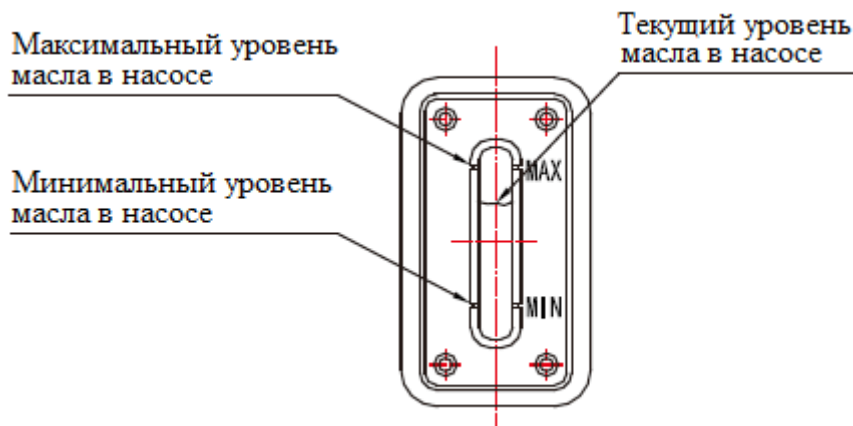

Рис. 5 – Определение уровня масла в смотровом окошке насосов серии VRD
Перекачиваемый газ (как правило, это сухой воздух комнатной температуры), проходит через газобалластное отверстие, и только потом попадает в камеру сжатия. Затем он смешивается с парами, которые образуются в процессе сжатия газа. Эта смесь сжимается с избыточным давлением. Если парциальное давление газа удерживать на минимальном уровне, а парциальное давление пара будет выше, то тогда не будет происходить конденсация. Благодаря этому можно перекачивать насыщенные парами газы. Но чем больше пара содержится в перекачиваемой среде, с тем более сухим газом её необходимо будет смешивать (смотрите рис. 5 – клапан газового балласта).
1. Во время работы уровень масла должен быть между минимальной и максимальной отметкой (смотрите рис. 5). Добавьте масло, если его уровень ниже минимальной отметки, и слейте через пробку (смотрите рис. 1), если уровень выше максимальной отметки.